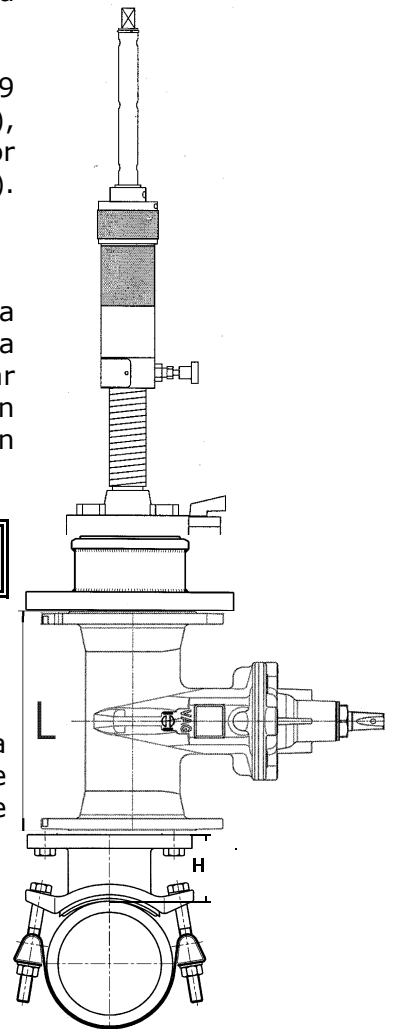

Figura 5
- Montar ahora la máquina de perforar **AcuDrill Plus** sobre la válvula. Utilizar la junta de estanquidad de la medida correspondiente. Ver *Figura 5*.